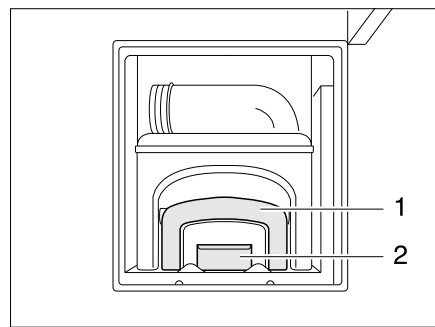

Bild 241 Zugang Fäkalientank, geöffnet
- Entriegelung (Bild 241,2) betätigen und Fäkalientank (Kassette) am Griff (Bild 241,1) herausziehen.